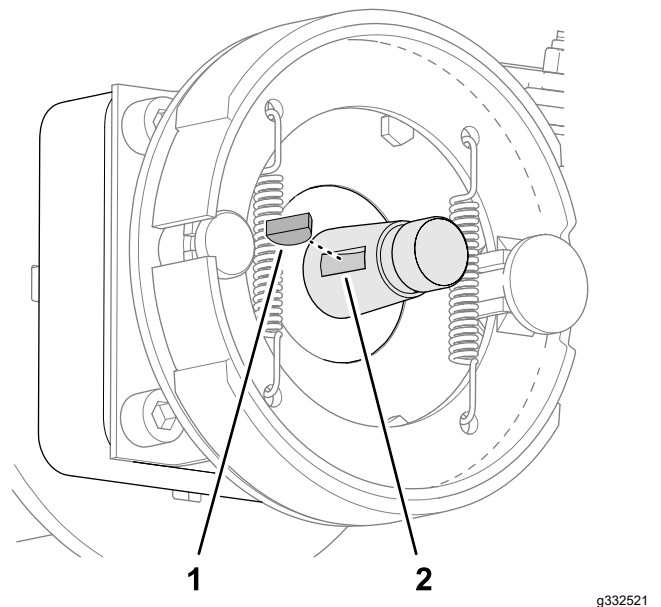

Bild 63
5. Entfernen Sie die Passfeder von der Radmotorwelle (Bild 63).